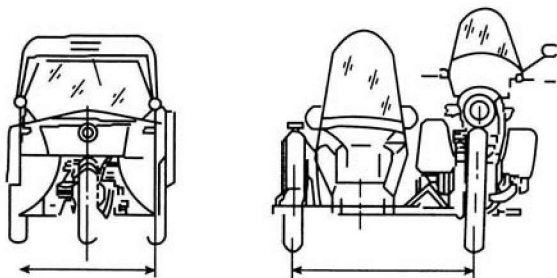

图 1-8 摩托车的轮距
(6) 轮距: 通过两个后轮或后轮与边轮中心且平行于  $Y$  面的两平面间距离, 如图 1-8 所示, 单位  $\text{mm}$ 。